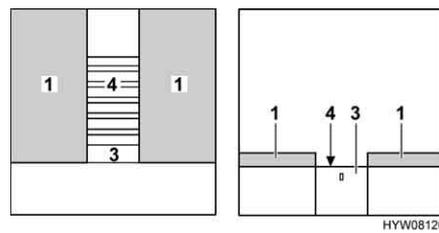

Fig. 84 Durante la transformación
- Extraer completamente el somier (Fig. 84,4). Para esto, tirar del dispositivo de extracción (Fig. 84,3).